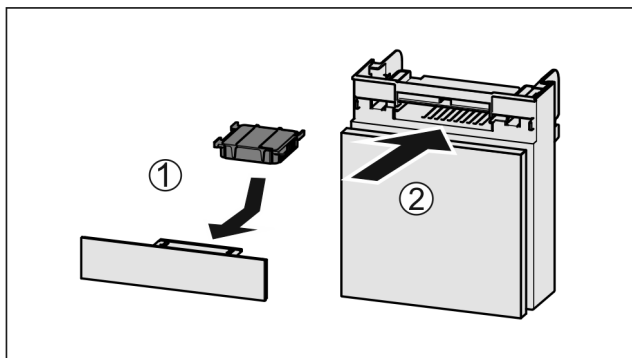

Fig. 72
- Aktivkohlefilter nach Abbildung einsetzen Fig. 72 (1).
- Fach einschieben Fig. 72 (2).